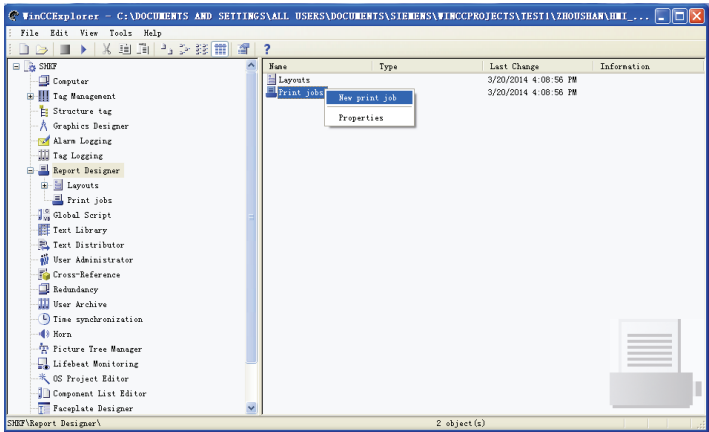

图 9-3 新建打印作业
2) 选择“Print jobs”条目。如图 9-3 所示，从打印作业的右键单击弹出菜单中，选择“New print jobs”选项，创建名为“PrintJob001”的新打印作业。每创建一个新的打印作业，打印作业名称中的数字就将递增一次。